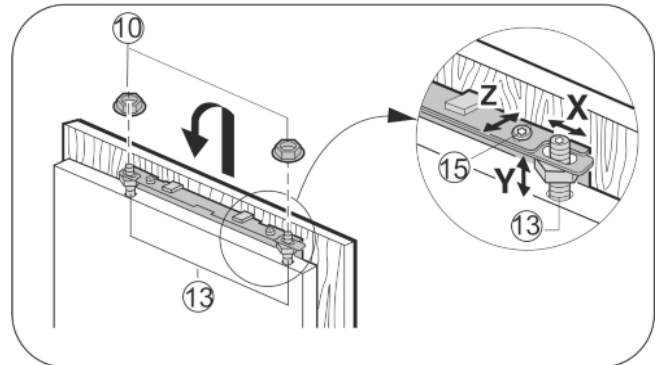

Fig. 19
- Möbeltür auf die Justagebolzen Fig. 19 (13) einhängen und Kontermuttern Fig. 19 (10) locker auf die Justagebolzen schrauben.
- Möbeltür in der Höhe Y und in der seitlichen Neigung ausrichten: Justagebolzen Fig. 19 (13) mit einem Schraubendreher einstellen.
- Kontermuttern Fig. 19 (10) anziehen.